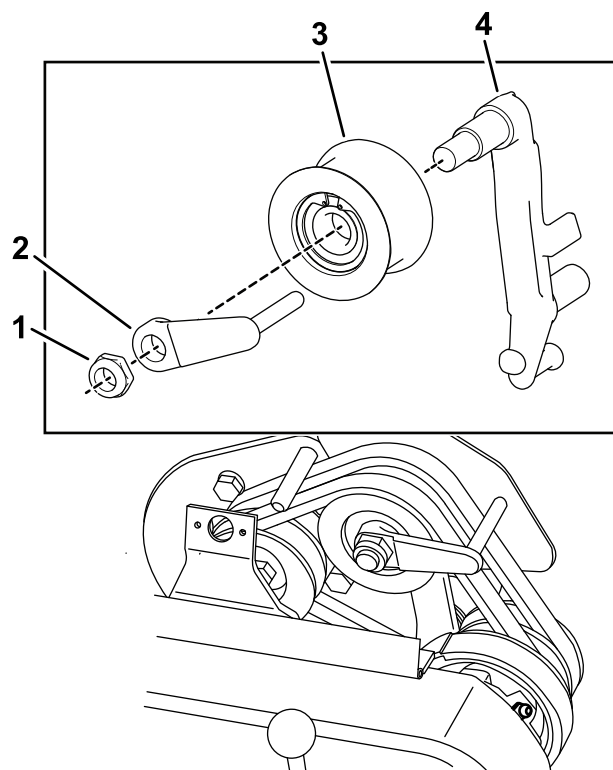

Рисунок 42
8. Для облегчения толкания или буксировки машины с выключенным двигателем отрегулируйте направляющую ремня (Рисунок 42, врезка) следующим образом: